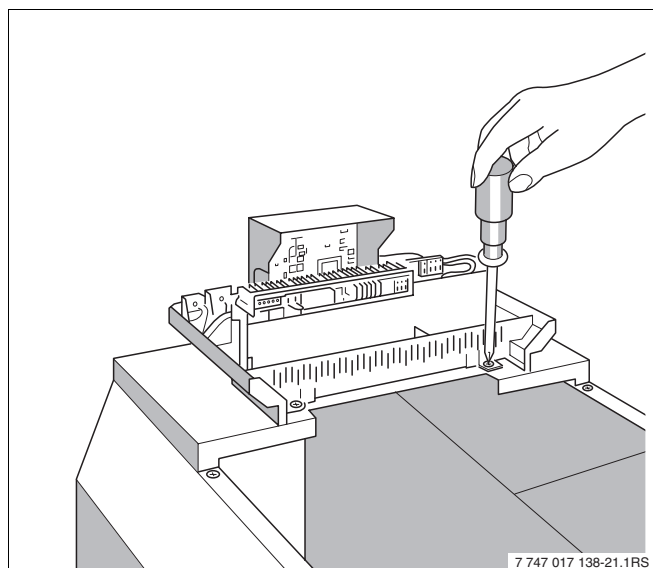

Bild 22 Regelsystem Logamatic 2000
- Regelgerät hinten rechts und links im Kabeldurchgang mit 2 Schrauben auf der vorderen Kesselhaube anschrauben (Bild 22).